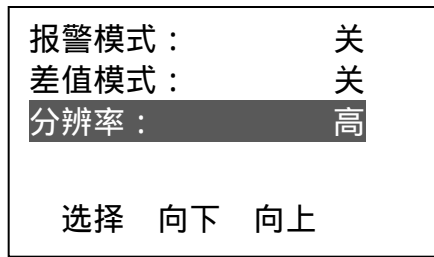
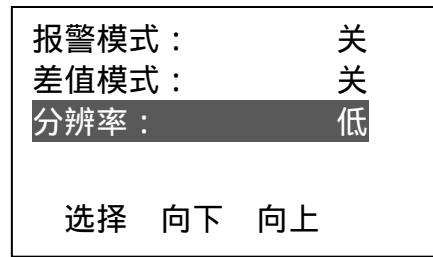

图 28
图 29
- d. 按 **←** 或 **→** 键选择分辨率，按 **←** 键循环显示高（0.001mm）和低（0.01mm），（如图 28 和图 29）：